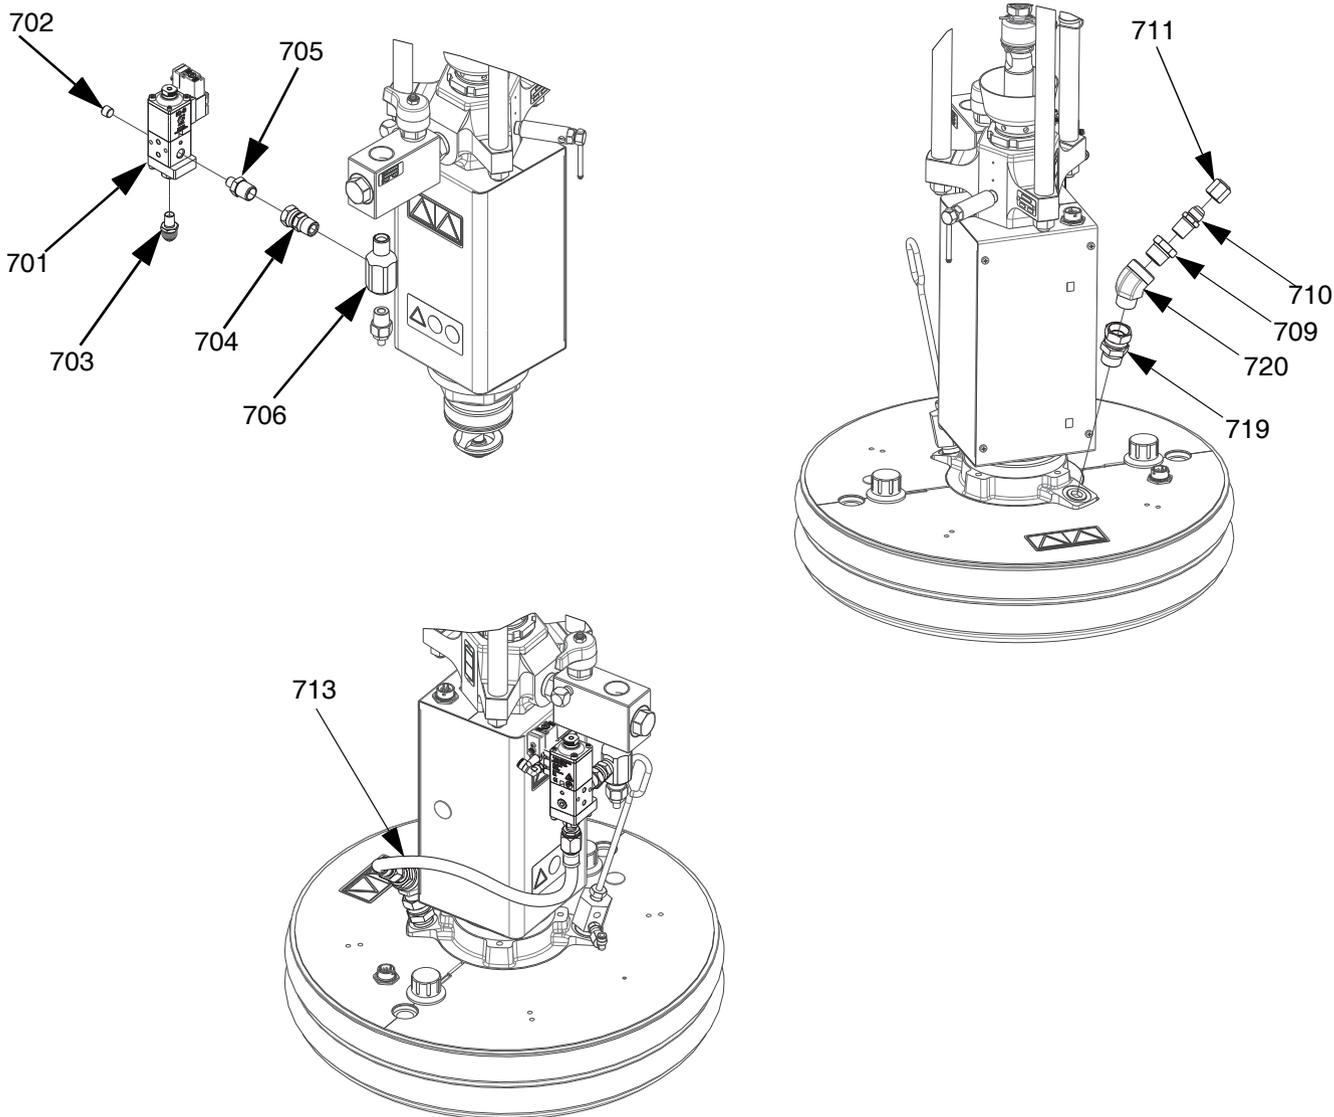

Fig. 55: Kit valvola su piatto, Uretano, 26B637
2. Scollegare il trasduttore della pressione dalla porta 5 sul comando elettrico (AB).
3. Rimuovere il raccordo del trasduttore della pressione (TF) e il raccordo a cui è collegato dalla valvola di ritegno del fluido (AE).
4. Utilizzando del nastro per filettature, installare il raccordo a T NPT 1/2 (706) nella valvola di ritegno del fluido (AE), quindi reinstallare il raccordo del trasduttore della pressione (TF) nella parte inferiore del raccordo a T NPT 1/2 (706).
5. Utilizzando nastro per filettature, installare il raccordo girevole NPT da 1/2 (705) nel raccordo a T NPT da 1/2 (706). Vedere FIG. 55.
6. Installare la valvola del piatto (701) sul raccordo girevole NPT da 1/2 (706) utilizzando l'adattatore 1/4 NPT x 1/2 NPT (704), quindi serrare.
7. Installare il tubo di ricircolo (713) sulla valvola a piastra (701) e serrare.
8. Ricollegare il trasduttore della pressione alla porta 5 sul comando elettrico (AB).
**NOTA:** non installare il tubo di ricircolo (713) sul raccordo della valvola a piastra (703) finché il materiale non è stato caricato nella valvola a piastra (701). Vedere il manuale di funzionamento del sistema E-Flo iQ per istruzioni relative al caricamento del materiale nel piatto e nella valvola a piastra.
9. Scollegare il connettore M12 esistente dalla porta 3 sul comando elettrico (AB).
10. Collegare il cablaggio (714) alla porta 3 sul comando elettrico (AB).